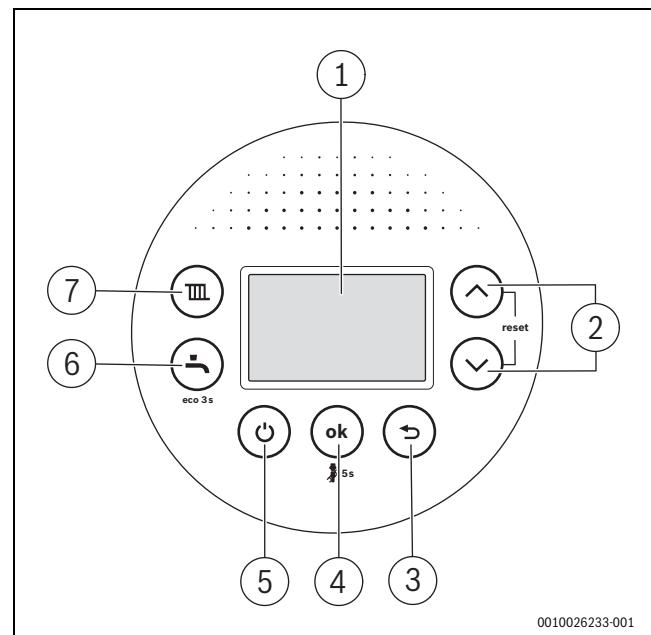

Bild 111 Bedienfeldübersicht
Nach der Inbetriebnahme schaltet die Taste (→ Bild 111, [5]) gleichzeitig Heizung und Warmwasserbereitung durch das Brennwertgerät ein oder aus, ohne die Spannungsversorgung zu unterbrechen.
- Im normalen Betrieb das Gerät mit der Taste (→ Bild 111, [5]) ausschalten.